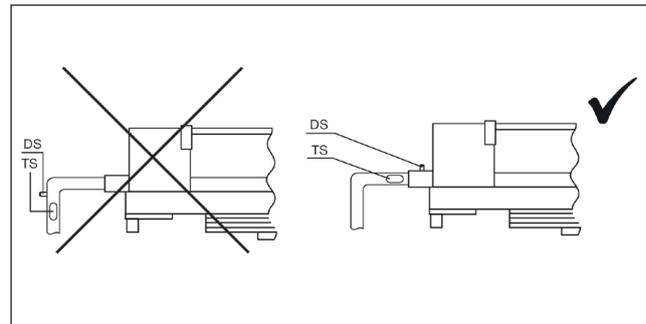

Abb. 11.8
7. Installieren Sie einen Temperatursensor (TS) und Drucksensor (DS). Idealerweise sind beide Sensoren horizontal unmittelbar am Verdampferaustritt anzuordnen, damit die tatsächliche Kältemittelüberhitzung gemessen werden kann. Der Drucksensor ist in der Nähe des Temperatursensors an der Oberseite des Rohres zu installieren (Abb. 11.8).